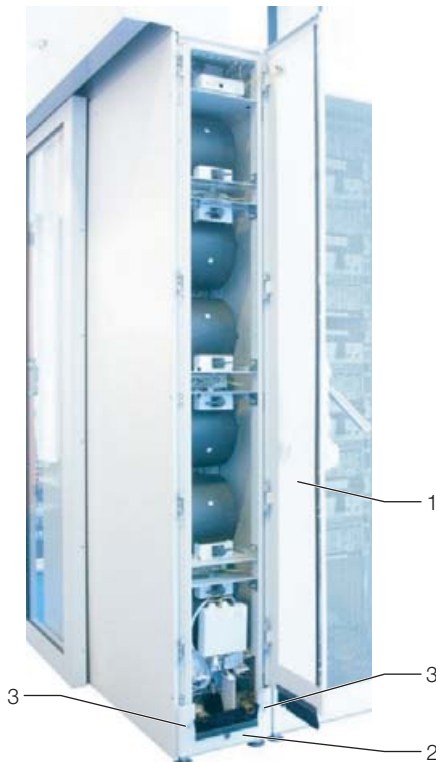

Рис. 16: Liquid Cooling Package Inline EC – вид сзади
- Отвинтите оба крепежных винта на защитной панели (рис. 16, поз. 3) и удалите защитную панель (рис. 16, поз. 2).